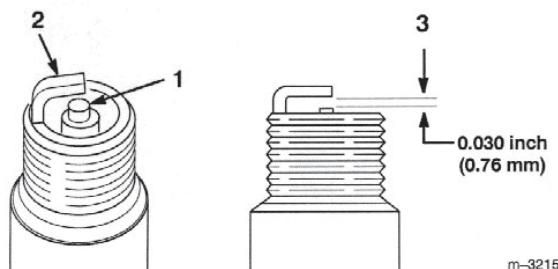

図49
1. 中央の電極部 (図49) を観察する。薄茶色や灰色になつていれば正常に燃焼している。碍子が黒くなつてゐるのは不完全燃焼である (エアクリーナの汚れが原因であることが多い)。
2. プラグの電極間のエアギャップ (図49) を正しく調整する。調整は側面電極をまげて行う。